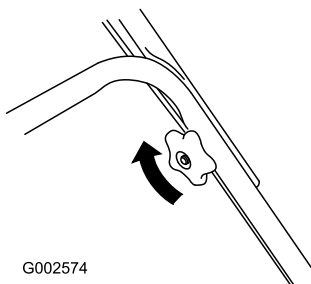

Figure 4
2. Serrez les boutons du guidon (Figure 4).